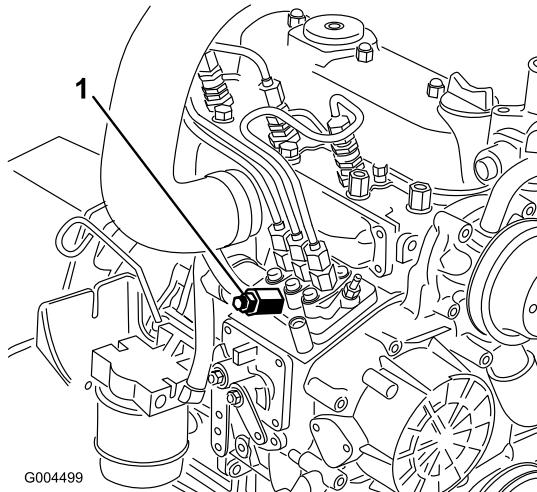

Figura 47
- 3. Coloque um tapete sob o parafuso de purga de ar na bomba de injecção de combustível e abra-a (Figura 47).